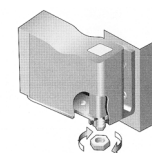

Fig 5.
- Verwijder de borgmoer uit de beugel van het onderste scharnier (afb. 5)